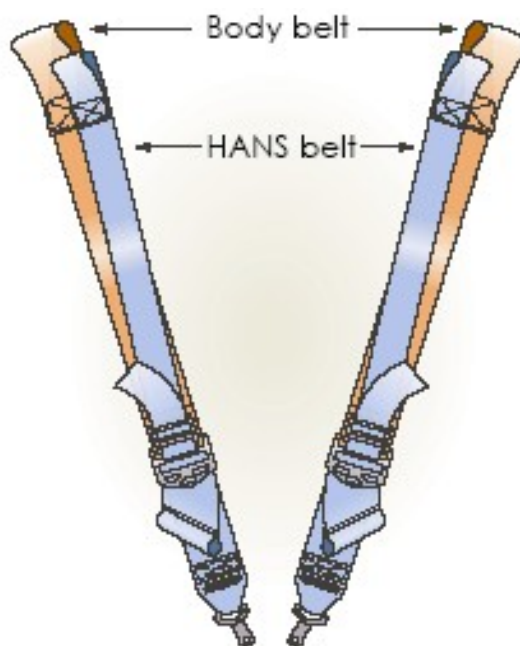

Fig. 5 Dobbelt skulder strop systemet
2.5 Dobbelt skulderstrop system: En sikkerhedssele med to stropper på hver skulder er homologeret af FIA og kan bruges. Den består af en krops-strop som hviler på førerens skulder (under HANS) og yderligere en HANS-strop som hviler på HANS åget (som ved almindeligt brug af HANS). Det er vigtigt, at HANS-stroppen er mindst lige så stram som krops-stroppen. En tegning af dobbelt strop systemet er vist i fig. 5.